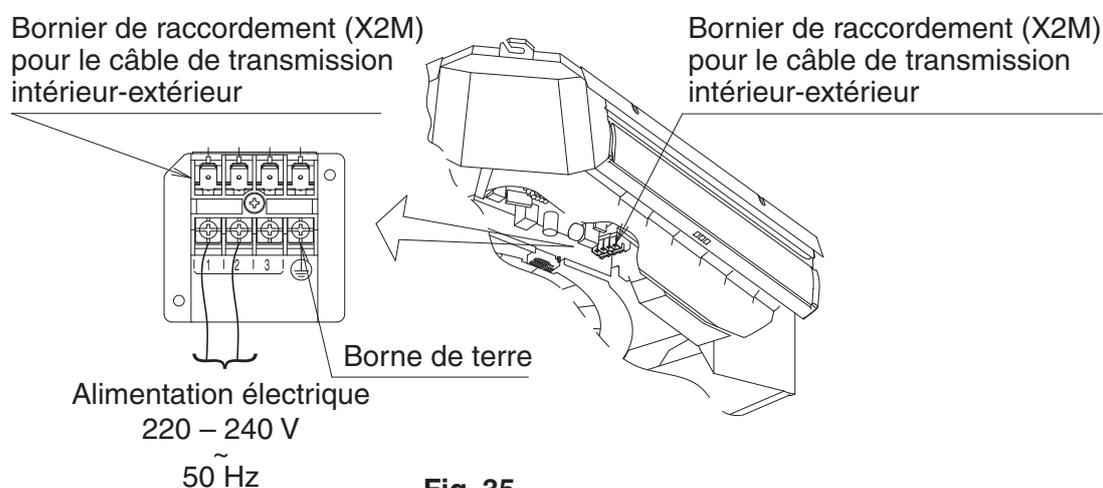

Fig. 35
1. Ouvrez le couvercle du boîtier de commande et connectez l'alimentation monophasée à la borne (1, 2) sur le bornier (X2M) pour le câblage des transmissions intérieure-extérieure et le câblage terre à la borne de terre. **(Reportez-vous à la Fig. 35)**